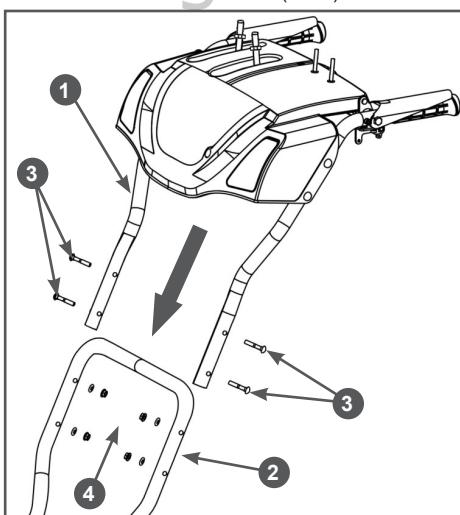

Рис. 5 Установка рукояток
- Совместите отверстия в стойке 2 и рукоятках 1, вставьте в отверстия болты 3 и закрутите гайки 4 (Рис. 5).